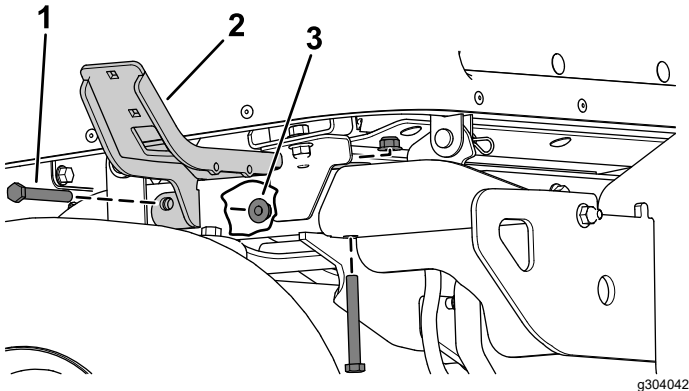

Bild 22
2. Befestigen Sie die linke und rechte Befestigung auf jeder Seite an den hinteren Rahmenrohren mit zwei Sechskantschrauben ($\frac{3}{8}$ " x 3") und zwei Sicherungsmuttern ($\frac{3}{8}$ ") (**Bild 22**).